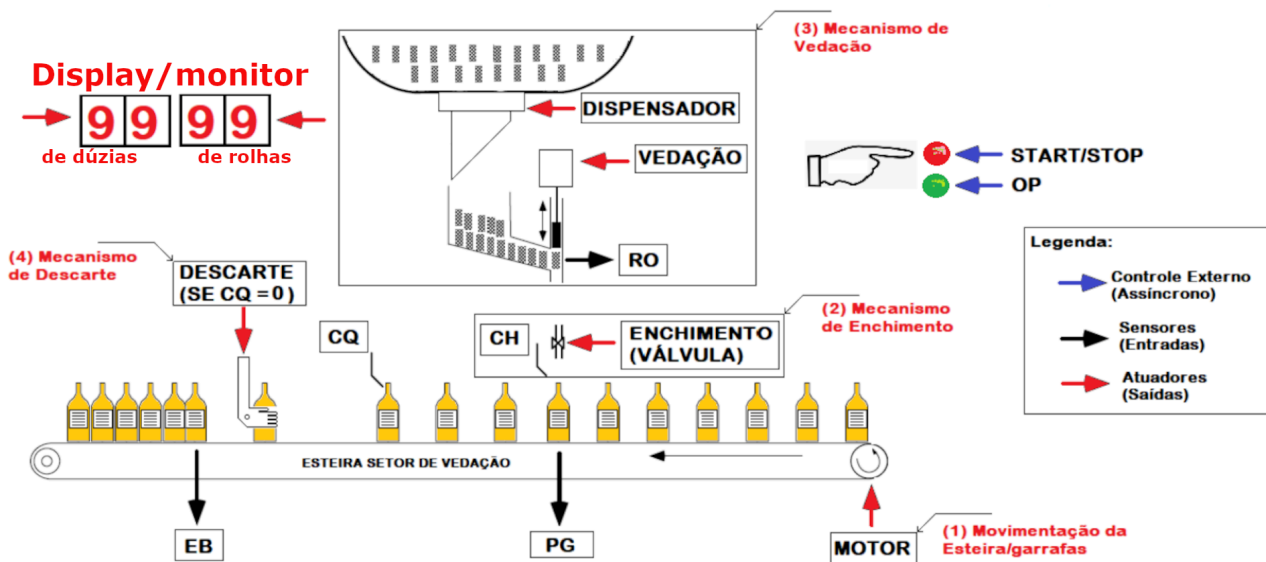

Figura 1 – Ilustração do Processo de produção a ser automatizado.
**Contextualização:** O Instituto do Vinho do Vale do São Francisco (Vinhovaf), concentrada na região de clima tropical semiárido, no eixo de Petrolina-Juazeiro, única do Brasil, produz os chamados vinhos tropicais, com originalidade e identidade própria da região tropical, distinta no mundo vitivinícola (<https://www.embrapa.br/uva-e-vinho/indicacoes-geograficas-de-vinhos-do-brasil/ig-em-estruturacao/vale-do-sao-francisco>). Com o objetivo de automatizar uma etapa da produção, solicitou o apoio do desenvolvimento tecnológico para o processo da Figura 1.
**Descrição do Problema:** O problema consiste em uma nova demanda para automação de uma parte do processo de produção. As especificações são ilustradas na Figura 1. O controlador tem como entradas além de comandos externos de START/STOP e OP (Tabela 1), um conjunto de sensores cuja descrição é mostrada na Tabela 2. O objetivo é automatizar o fluxo do processo conforme descrição dos requisitos. Devido ao caráter de importância deste processo, destaca-se que o desenvolvimento da automação deve ser devidamente fundamentado com base na literatura de Máquinas de Estados Finitos (MEF). Como demonstração da prova de conceito, a sua equipe deve apresentar um protótipo funcional no Kit de desenvolvimento LEDS-CPLD, utilizando as interfaces de entrada e saída disponíveis.